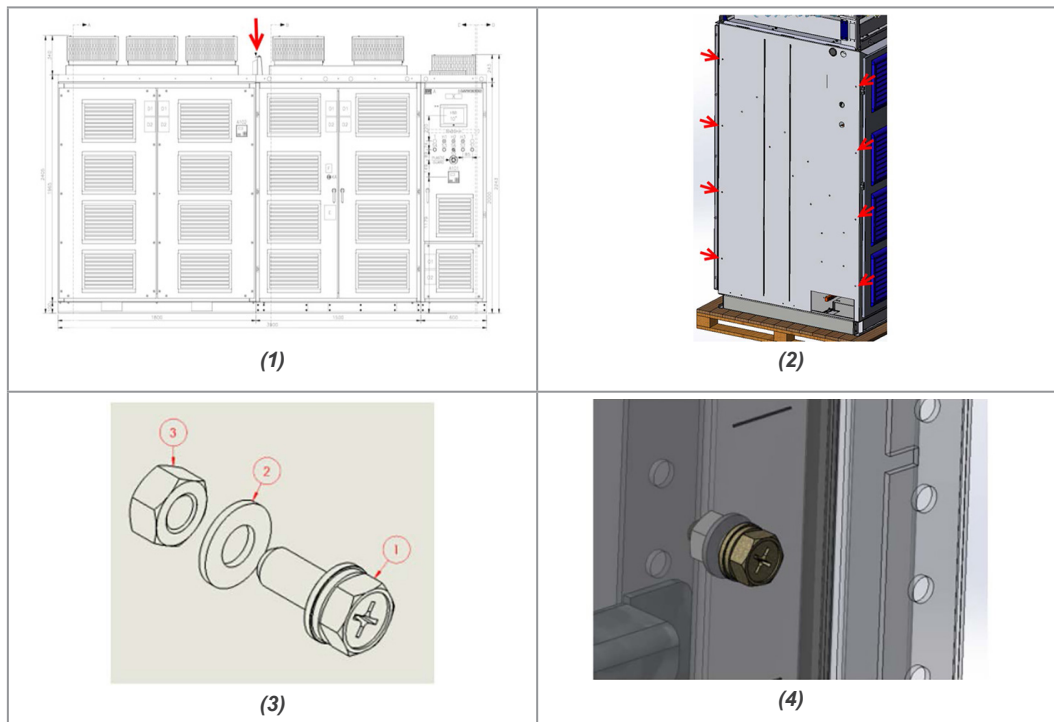

Рис. 6.5: Процедура подключения MVW3000
1. Расположите столбцы бок о бок так, чтобы они были выровнены по направлению глубины, согласно Рис. 6.5 на стр. 6-10 - изображению 1.
2. Вставьте винты, шайбы и гайки, которые входят в комплект поставки изделия в отдельной коробке, в восемь доступных соединительных отверстий, Рис. 6.5 на стр. 6-10 - изображение 2.
3. Закрепите винты в соответствии с последовательностью, показанной на Рис. 6.5 на стр. 6-10 - изображении 3 и приложите крутящий момент 19 Нм:
4. Винт, гайка и шайба установлены так, как показано на Рис. 6.5 на стр. 6-10 - изображении 4.